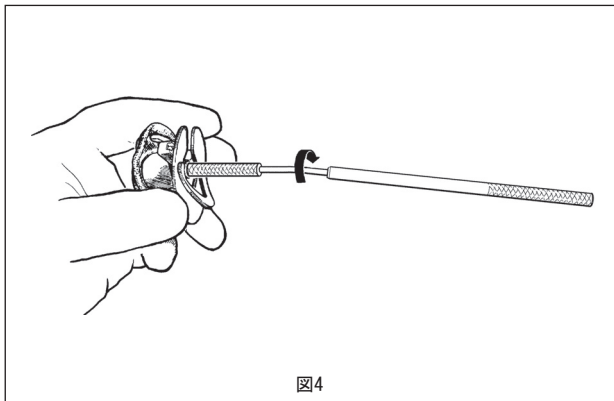

図4
- ** 3. 手袋をはめた手で、生体弁がまだ容器に入っている状態で、ハンドルのねじ山とホルダのねじ穴が適切に噛み合うように差し込み、抵抗を感じるまでハンドルを時計回りに回転させて確実に取り付けます。差し込んだハンドルを使って支持棒ごと弁を容器から取り出します。手袋をはめた手で支持棒を持ち、ハンドルをしっかりと取り付けます（図4）。このとき、弁そのものを持たないようにします。ハンドルを回転させている間は、力を入れすぎて支持棒から生体弁が外れ、損傷することがないように注意します。